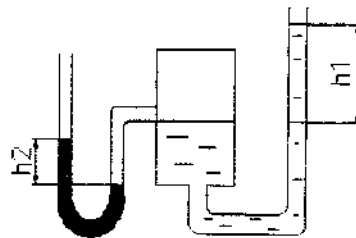

Рисунок 7
19. Визначити тиск P у котлі та п'єзометричну висоту h_1 якщо висота підняття ртуті в ртутному манометрі h_2 . (Рис. 7).